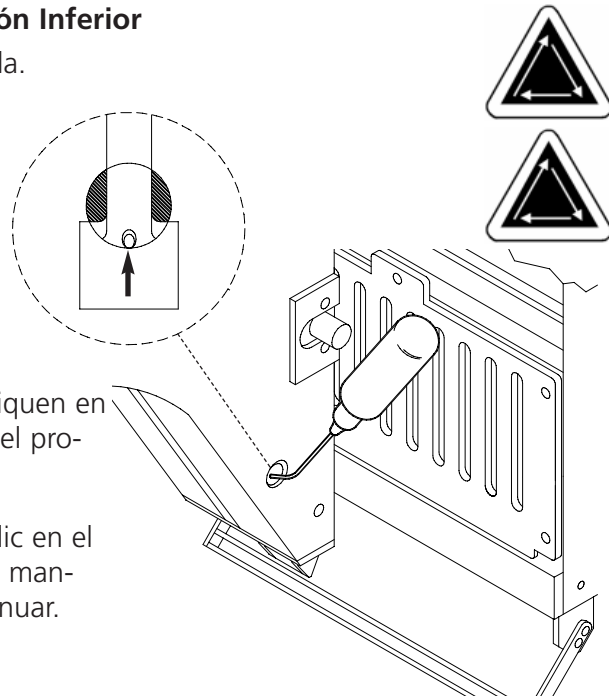

Figura 5-9
2. En la extremidad derecha de la máquina (cabeza #12), usen una linterna pequeña para mirar por el orificio de líneas rojas. Lubrifiquen en los puntos indicados en la Figura 5-9. Repitan el procedimiento para cada cabeza.